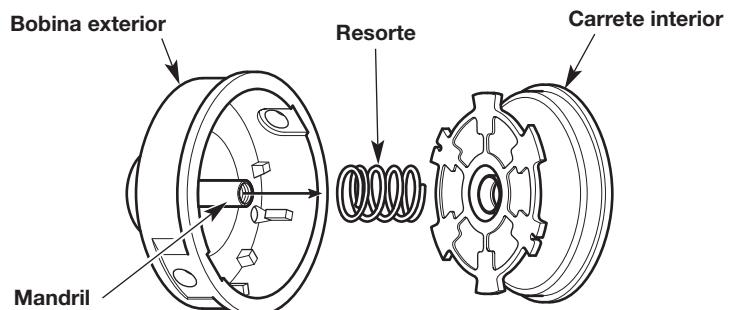

Fig. 28
- NOTA:** La bobina exterior (Fig. 28) permanecerá conectada a la unidad.
- Retire el carrete interior de la bobina exterior (Fig. 28).
- Retire el resorte del carrete interior (Fig. 28).